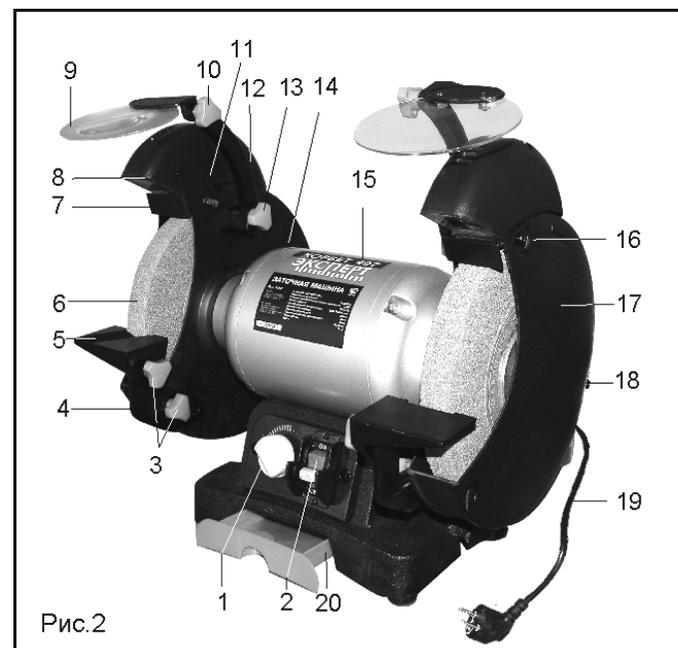

Рис.2
Машина состоит из следующих сборочных единиц и деталей (Рис.2):
Установите машину на ровной и устойчивой поверхности верстака и надежно закрепите её через специальные отверстия основания (Рис.2) с помощью болтовых соединений (не комплектуются). Исключите возможность контакта шнура питания 19 с шлифовальным кругом 6.
**9. СБОРКА И РЕГУЛИРОВКА (Рис.2)**
### 11. ЗАМЕНА ШЛИФОВАЛЬНОГО КРУГА (Рис.2,3)
Регулярно очищайте защитные экраны 9 (Рис.2) влажной тряпкой, обеспечивая видимость рабочей зоны. Не используйте растворители или очистители, выработанные на основе бензина.